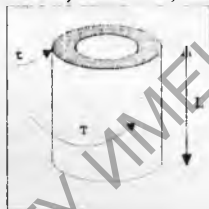

Рис.7.
1. Вал, передающий крутящий момент, проектируется для одного из устройств аэрокосмической системы (Рис.7). Его длина 10см, максимальный крутящий момент  $T=50\text{н}\cdot\text{м}$ . Требуется выбрать такую конструкцию вала, при которой он будет обладать необходимой прочностью при наименьшем возможном весе. Используется материал, обладающий высокой прочностью (плотность  $\rho=437\text{кг}/\text{м}^3$ , модуль упругости  $E=121\text{ГПа}$ ). По практическим соображениям, максимальное значение радиуса  $r$  не должно превышать 2см, а толщина стенки вала  $t$  должна быть не менее 1мм.